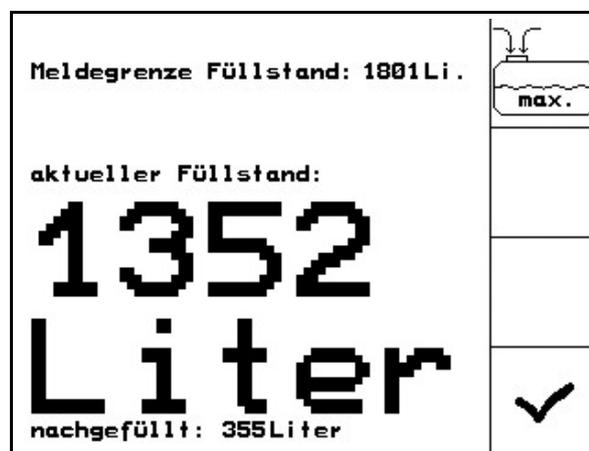

Fig. 83
1.  Menü Befüllen aufrufen (Fig. 83).